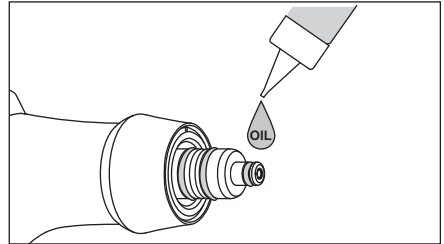

Abb. 15
- 1) Trocknen Die die Innenseite des Handstückanschlusses, geben Sie einen Tropfen Öl auf die O-Ringe und verreiben Dieses. (Abb. 15)